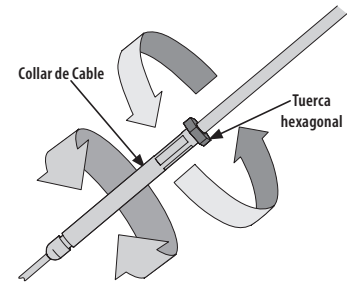

Figura 9
2. Ajuste el cable del embrague de marcha adelante, aflojando la tuerca hexagonal. Vea Figura 9.
3. Girar la sección de collar cable de una o dos vueltas para aumentar o disminuir la tensión en el cable. Vea Figura 9.
4. Vuelva a apretar la tuerca de seguridad contra el collar de cable. Vea Figura 9.